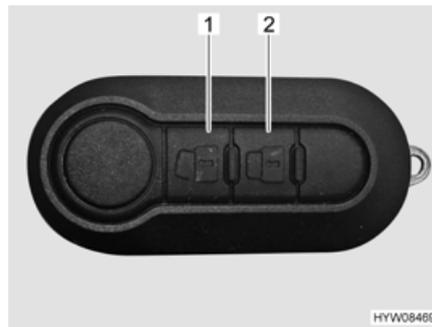

Bild 58 Fernbedienung Zentralverriegelung (2 Tasten)
- Taste  (Bild 58,1) einmal kurz drücken. Die Türschlösser sind entriegelt.
- Taste  (Bild 58,2) einmal kurz drücken. Die Türschlösser sind verriegelt.